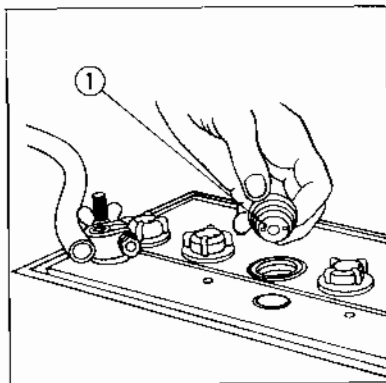

Fig. 15 Batteriets fyllerplugg
1. Ta av påfyllingspluggene (fig. 15) og undersøk at elektrolyttnivået er 6 til 9 mm (1/4 til 3/8 tomme) over øverste del av skilleplatene.